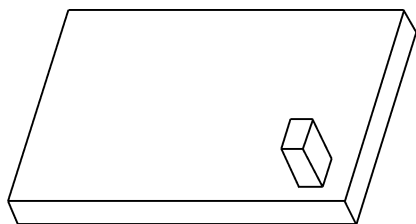
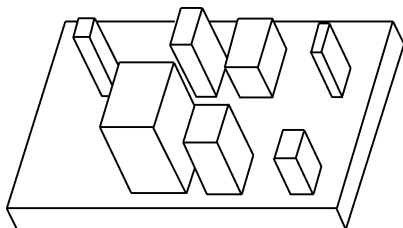

图 8-55 给定的模型
图 8-56 最后结果
【例 8-8】 利用如图 8-55 所示的给定模型,使用填充阵列生成如图 8-56 所示的模型。
(1) 打开名为“liti8-8. prt”的文件,如图 8-55 所示。
(6) 在【Pro/TABLE】窗口单击【关闭窗口】按钮,关闭【Pro/TABLE】窗口并接受表数据。
(7) 在图形区按钮鼠标中键,完成阵列特征,如图 8-56 所示。
(8) 保存文件,关闭窗口,拭除不显示。